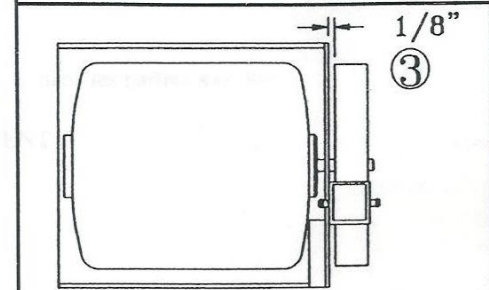

Figure 2
- 3-Tirer la poulie de façon à avoir un espace de 1/8" entre celle-ci et le bâti (Fig.2 (3)). Serrer la poulie en place à l'aide de la vis de pression Allen.
- 3-Pull back the pulley to have an 1/8" distance between it and the frame (Fig.2 (3)). Tighten Allen set screw on the pulley.